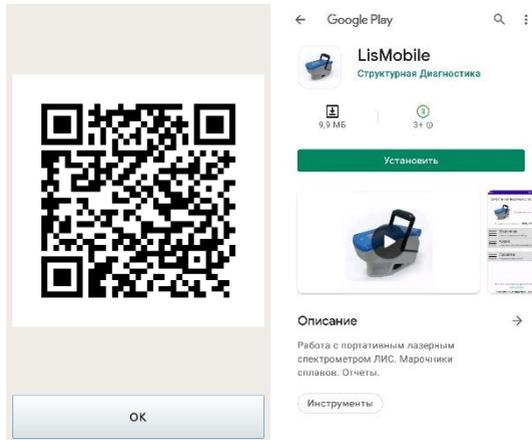

Рисунок 20 QR-код для скачивания мобильного приложения через Google Play Маркет
4.5.2.1.1. Для установки мобильного приложения нажмите на кнопку «Скачать приложение». Появится QR-код (Рисунок 20) на который надо навести камеру смартфона (иногда для считывания ссылки по QR-коду нужно установить дополнительную программу). Перейдите по ссылке в Google Play Маркет и скачайте приложение LisMobile (программу также можно найти в Маркете с помощью поиска). Установите к себе на телефон программу LisMobile.